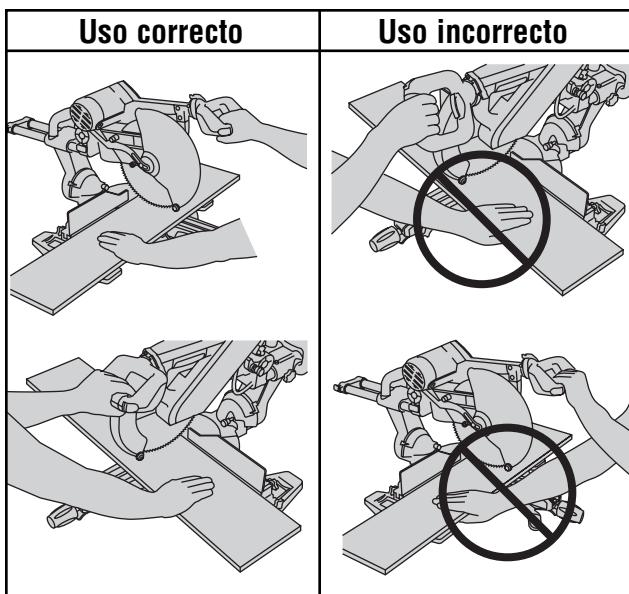

Figura 1. Posiciones de las manos
Posicione el cuerpo y las manos de modo adecuado para hacer que las operaciones de corte sean más fáciles y seguras. Siga las instrucciones siguientes (Figura 1).
La abrazadera incluida asegura fácilmente una pieza de trabajo en cualquiera de los dos (2) agujeros de sujeción detrás del tope-guía (Figura 1).